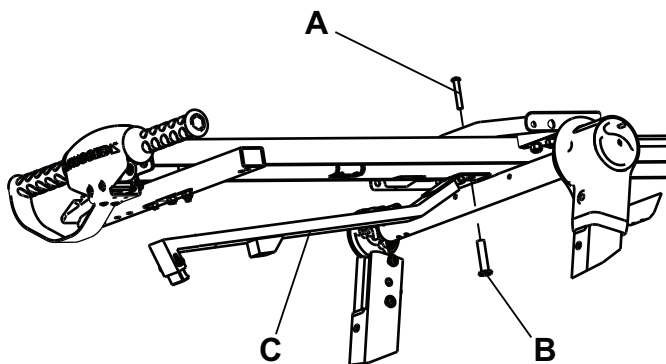

Figura 6 – Braccio del gancio
- a. Utilizzando una chiave Torx T27H e una chiave inglese M16, rimuovere la vite con testa a bottone (A) e il dado flangiato (B) (Figura 6). Mettere da parte la vite e il dado.
- b. Applicare **Loctite® 242** azzurro alla vite con testa a bottone (A) o al dado flangiato (B).
- c. Installare il gruppo del braccio del gancio fornito in dotazione (C) (610000010016) con la vite e il dado rimossi al punto 5a (Figura 6).